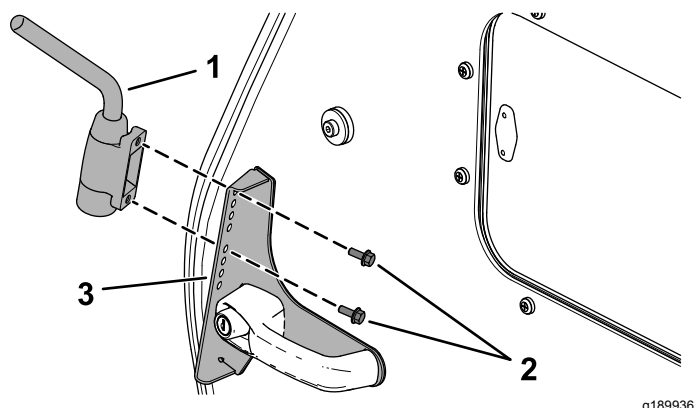

Figura 5
7. Instale el brazo del retrovisor en los taladros superiores del soporte del retrovisor con 2 tornillos con arandela prensada (6 x 16 mm), según se muestra en Figura 5.